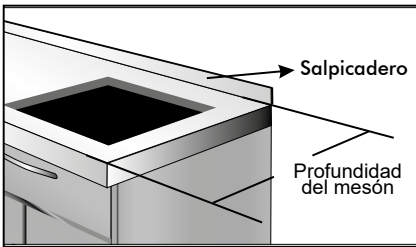

Figura 2
- Es importante tener presente que las medidas del mesón acá nombradas no tienen en cuenta el grosor del salpicadero (Ver figura 2).